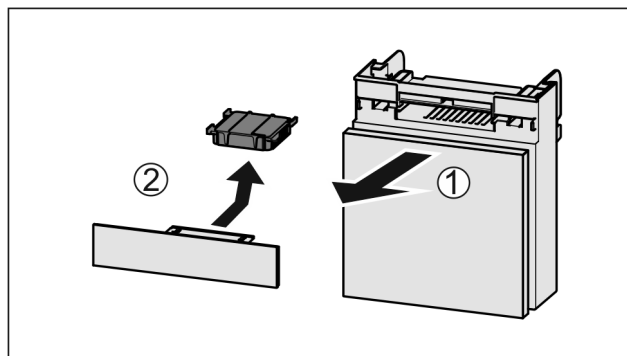

Fig. 120
- Lade vanaf de voorkant eruit trekken Fig. 120 (1).
- Actiefkoolfilter verwijderen Fig. 120 (2).